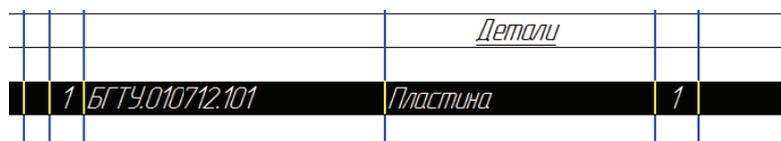

Рис. 5.22
- Заполните первую строку раздела **Детали** (пример на рис. 5.22).